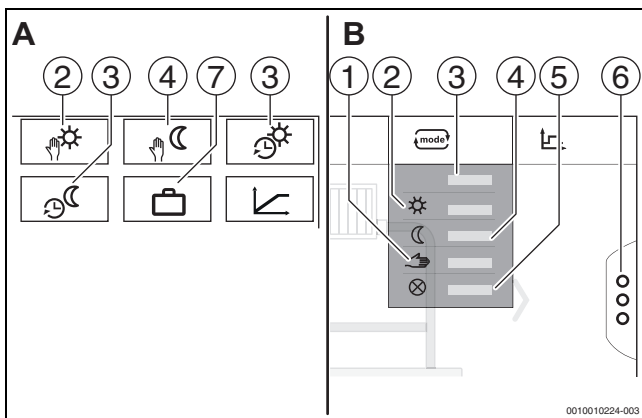

Рис. 37 Виды режимов работы
Для режимов работы (→ рис. 38, [2], стр. 65) и расширенных функций (→ рис. 37, [6], стр. 37) можно задать собственные температуры и критерии переключений. Настройки можно выполнять отдельно для каждого отопительного контура и для каждого режима работы.
- Ручной режим отопления** (→ рис. 37, [2])
- Ручной пониженный режим** (→ рис. 37, [4])
- Отпуск** (→ рис. 37, [7])